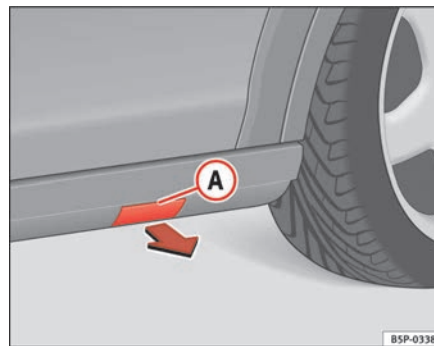

Abb. 180 Kunststoff-Trittleiste mit Deckel zur Aufnahme des Wagenhebers
- Nehmen Sie den Deckel **A** ab, damit die Aufnahmepunkte für den Wagenheber des Fahrzeugs frei sind ⇒ Abb. 180.
- Dazu ziehen Sie den Deckel in Pfeilrichtung ab ⇒ Abb. 180.